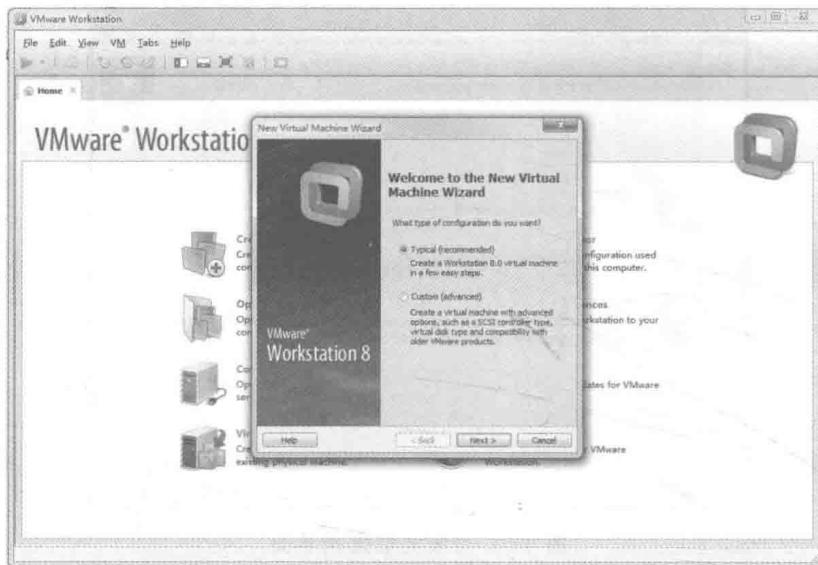

图 4-11 VMware 安装方式选择界面
(1) 启动 VMware，新建虚拟机，选择典型创建模式，如图 4-11 所示。